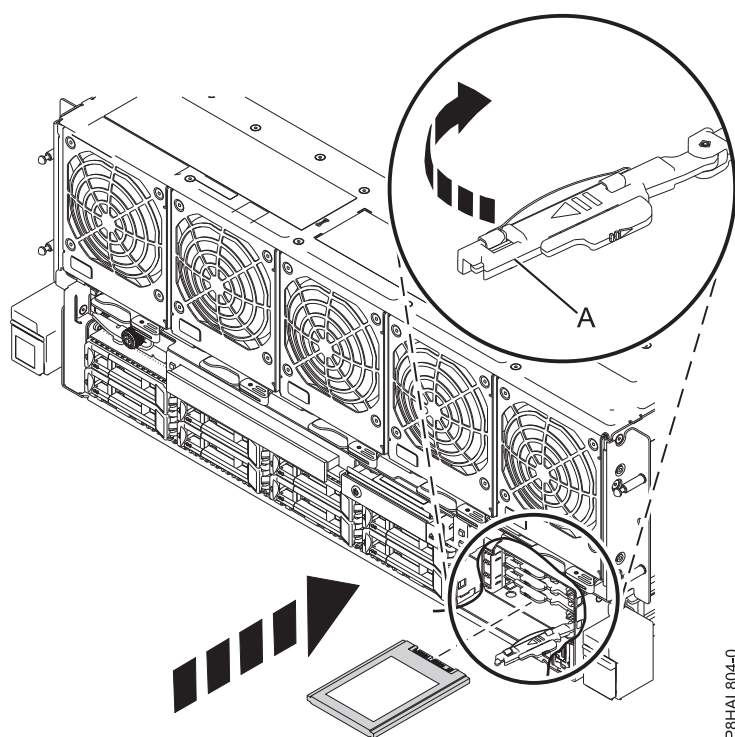

Figura 37. Substitució d'una SSD en un sistema 8408-44E o 8408-E8E
13. Amb la nansa del compartiment d'unitats SSD (A) en posició desbloquejada, feu sortir la palanca per poder accedir a les guies de la ranura SSD. Agafeu la part inferior de l'SSD mentre l'alineeu amb les guies de la ranura SSD. Consulteu Figura 37.
17. Bloquegeu la unitat fent girar la nansa del compartiment (A) en la direcció que es mostra a Figura 37.